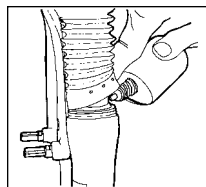

Fig. 4
1. Sollevare i parapolvere della forcella dai tubi inferiori. Pulire le superfici esterne e l'area della guarnizione Resi-wiper e del tubo superiore. Applicare da due a tre gocce di olio addizionato al teflon all'altezza della guarnizione Resi-wiper dei tubi superiori (vedi fig.4)